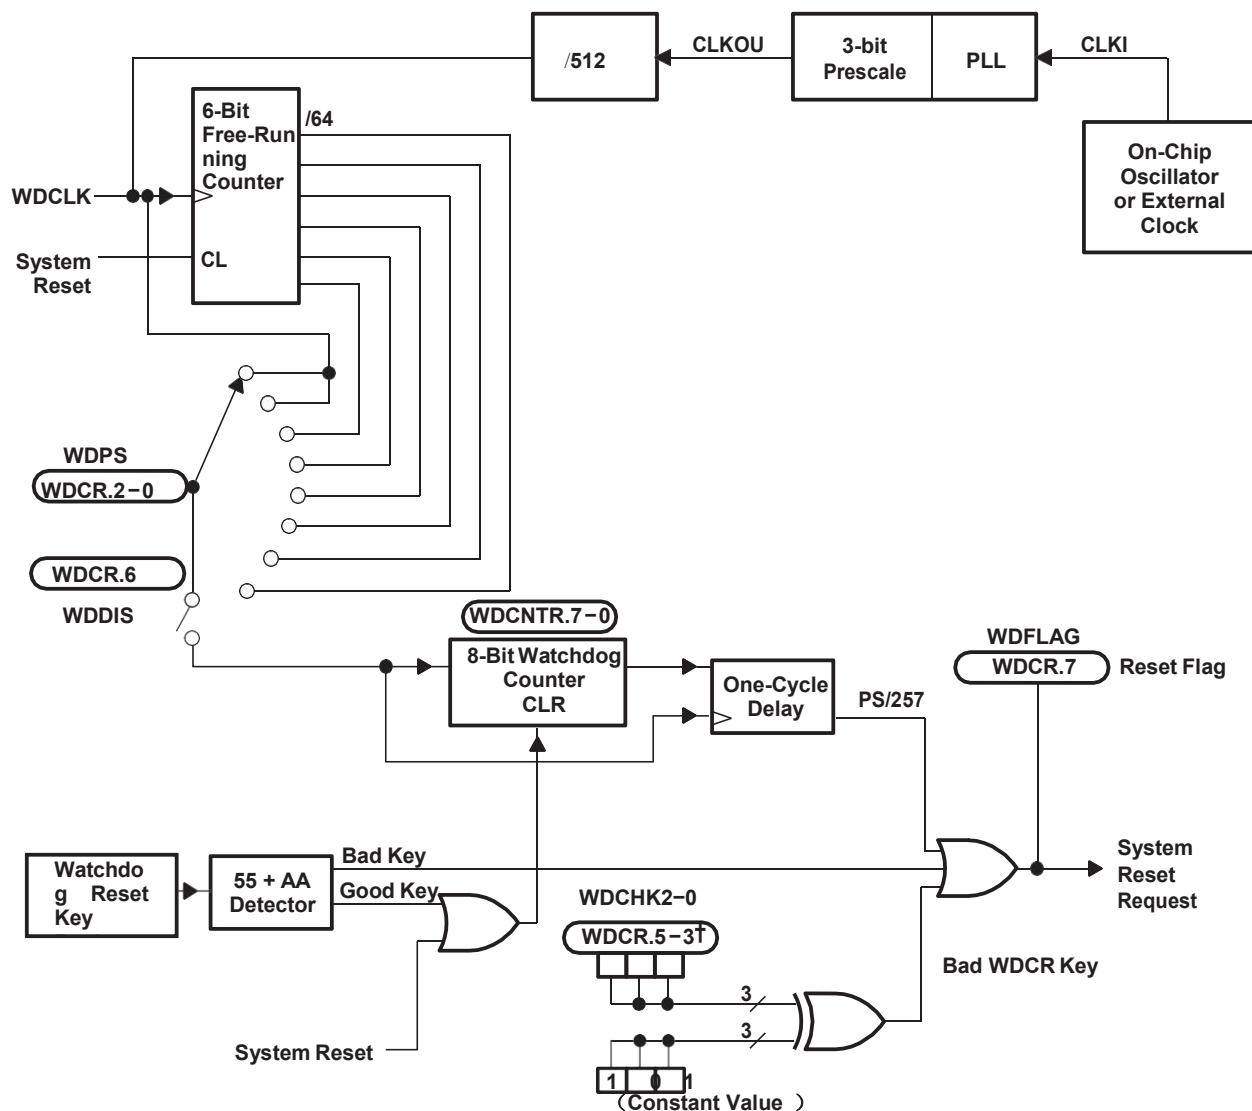

图 9-1 WD 模块框图
ADM16F03A 片内有看门狗 (WD) 定时器模块。如果设备没有定期通过软件写入正确的密钥来监视软件和硬件的操作, 该模块的 WD 功能就会生成一个系统复位信号。WD 定时器独立于 CPU 工作, 它不需要任何 CPU 初始化功能。当发生系统复位时, WD 定时器默认设置为最高速率 ($WDCLK \text{ 信号} = CLKOUT / 512$)。一旦内部解除复位, CPU 开始执行代码, WD 定时器开始递增。这意味着, 为了避免过早复位, WD 设置应该在上电复位的早期进行。有关 WD 模块的框图, 请参见图 9-1。WD 模块功能包括以下内容: